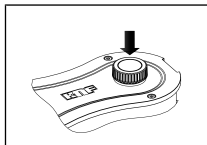

Fig.4: Conexión/
- Conectar la bomba pulsando el botón giratorio/pulsador (ver Fig. 1/3, ver Fig. 4).
- Desconectar la bomba con el botón giratorio/pulsador (ver el capítulo Fig. 4).